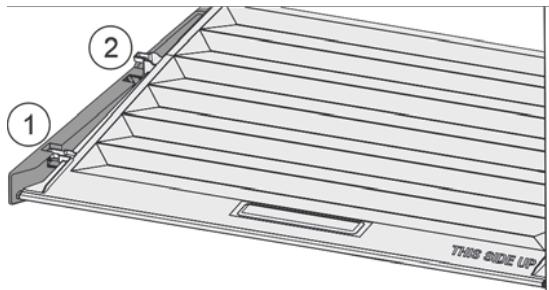

Fig. 94
- Потянуть крышку до отверстия в поддерживающих деталях вперед *Fig. 94 (1)*.
- Поднять сзади снизу и извлечь *Fig. 94 (2)* движением верх.